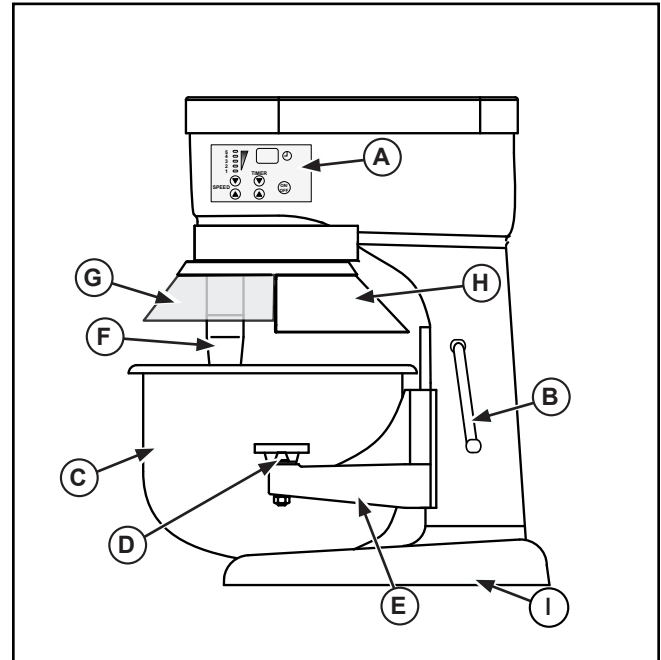

Abbildung 1. 6,6- und 11-l-Mixer – Funktionsmerkmale und Bedienelemente.
2. Vor dem Befestigen der Schüssel das zu verwendende Mischzubehör auswählen. Das ausgewählte Mischzubehör in die leere Schüssel (C) geben. Keinen Versuch unternehmen, das Mischzubehör an der Rührwelle (F) zu befestigen, bevor sich die Schüssel in der vorgesehenen Position befindet. Siehe Abbildung 1, 2, 3 oder 4.
3. Die Schüsselaufgabe durch Drehen der Schüssel-Hebevorrichtung (B) in ihre unterste Position absenken.
4. Die Schüsselsicherungshebel (D) in die ausgezogene bzw. hintere Position drehen.
5. Die Schüssel (C) so halten, dass der Stift auf der Schüssel nach innen zum Mixer zeigt. Die Schüssel so ausrichten, dass der Stift mit dem Stiftschlitz auf der Schüsselaufgabe (E) ausgerichtet ist. Den Stift in den Schlitz schieben.
6. Die Löcher in den Schüsselvorsprüngen mit den Stiften auf der Schüsselaufgabe (E) zur Deckung bringen. Die Schüssel (C) auf die Schüsselaufgabe (E) setzen.
7. Die Schüsselsicherungshebel (D) über die Schüsselvorsprünge nach vorne drehen, um die Schüssel (C) auf der Schüsselaufgabe (E) zu sichern.
8. Das Zubehörprodukt an der Rührwelle (F) befestigen. Die Nut am Zubehöerteil mit dem Stift an der Rührwelle zur Deckung bringen. Das Zubehörprodukt nach oben drücken und drehen, um es mit dem Stift zu arretieren.
9. Die Schüssel (C) mit der Schüssel-Hebevorrichtung (B) durch Drehen nach links auf ihre maximale Höhe anheben, bis sie einrastet.
1. Die Schüssel-Schutzblende (G) schließen. Siehe Abbildung 1. Die Schutzblende muss geschlossen sein, damit der Mixer eingeschaltet werden kann. Wenn die Schutzblende offen oder nicht richtig geschlossen ist, lässt sich der Mixer nicht in Betrieb nehmen.